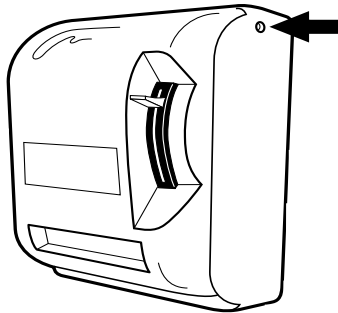

Figura 4
1. Inserte el extremo cuadrado de la llave en la cerradura cuadrada ubicada arriba a la derecha de la distribuidora (figura 4).